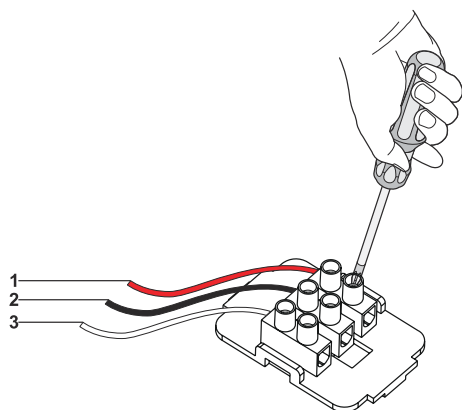

Fig. 12
- 1. ➤ **NC / COM:** När dessa 2 anslutningar används och fläkten stängs av kommer fläkten skicka en signal till den anslutna enheten. (Fig. 12)
- 2. ➤ **NO / COM:** När dessa 2 anslutningar används och fläkten sätts på kommer fläkten skicka en signal till den anslutna enheten. (Fig. 12)